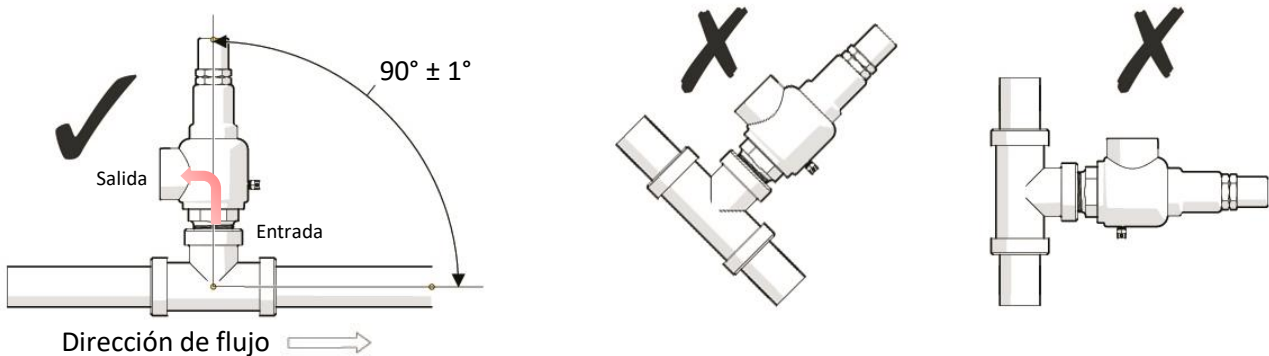

Fig. 7 Posición y orientación correcta de una VRP.
2. La válvula siempre debe de ser instalada con el *resorte* en posición vertical y orientada con el/la *tapón/palanca* hacia arriba, la válvula modelo 2000 no está diseñada para ser montada en otra posición. (Fig.7)